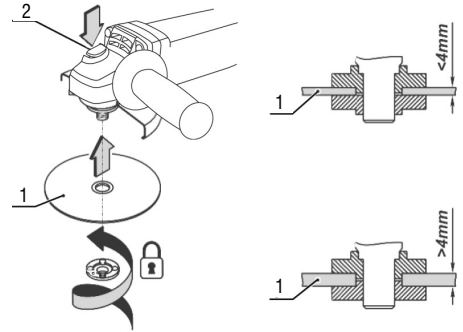

Fig. 5 – Montar el disco en la máquina
- Coloca el disco (fig. 5 - 1)